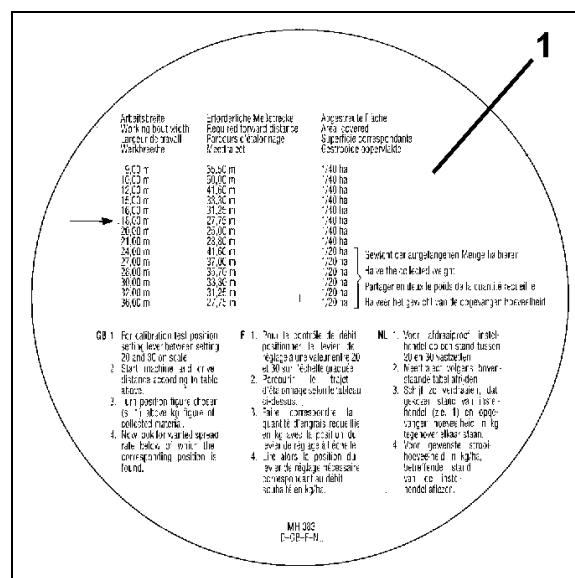

Fig. 55
- Der Tabelle zur Ermittlung der erforderlichen Messstrecke [m] (Fig. 55).
2. Aus der Tabelle (Fig. 55/1) für die gewünschte Arbeitsbreite **18 m** die erforderliche Messstrecke **27,75 m** ablesen.